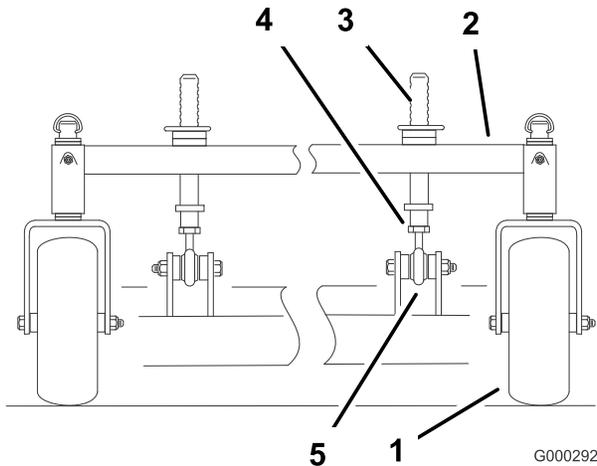

Figura 59
Para cambiar la inclinación longitudinal, pueden ajustarse los pilares delanteros de ajuste de altura de corte (Figura 59).
Para elevar la parte delantera de la carcasa, afloje la contratuercas y haga girar el pilar delantero en el sentido de las agujas del reloj (Figura 59).
Para bajar la parte delantera de la carcasa, afloje la contratuercas y haga girar el pilar delantero en el sentido contrario de las agujas del reloj (Figura 59).
2. Mida en las posiciones C y D (Figura 59) desde una superficie nivelada hasta el filo de corte de las cuchillas.
4. Apriete las contratuercas (Figura 59).